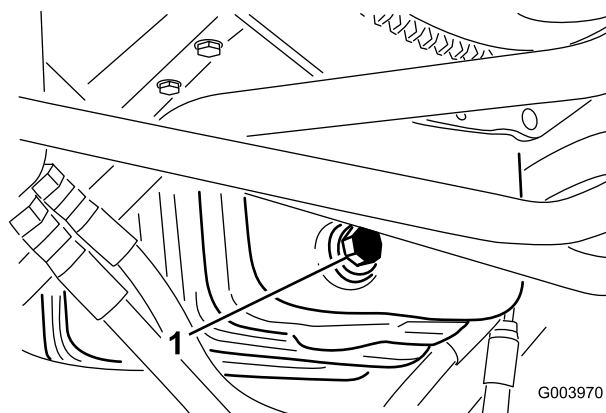

図 52
1. ドレン・プラグ (**図 52**) を外してオイルを容器に受ける。